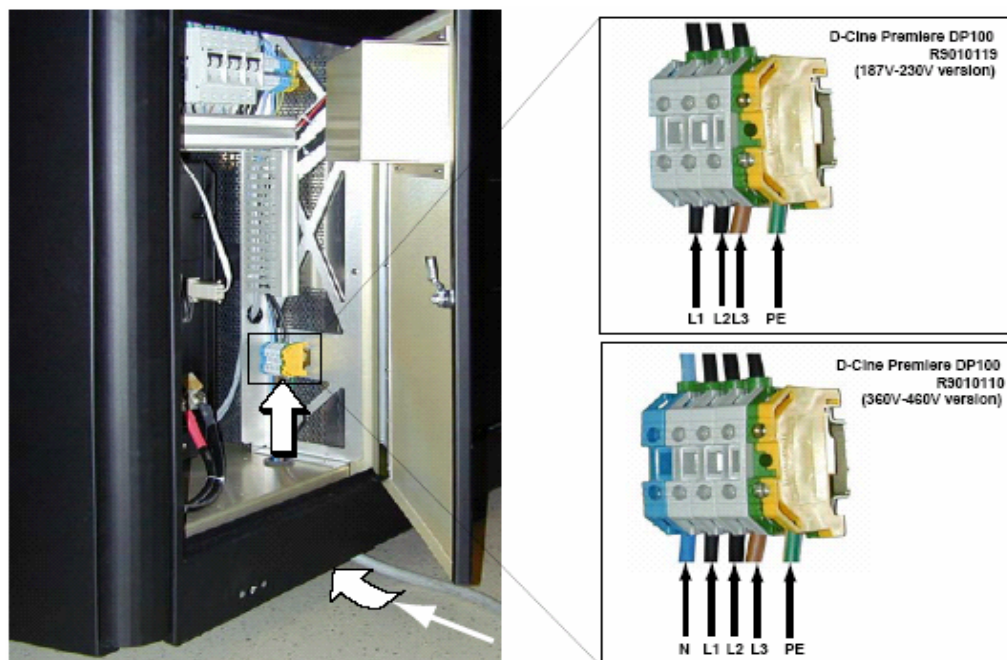

图 8-1 线缆走线与连接
D-Cine数字放映机的交流电要求是 4 芯 3 相线路（三相“L1”、“L2”、“L3”，加中线“N”），外加独立的接地“PE”（图8-1）。
D-Cine数字放映机的交流电要求是 3 芯 3 相线路（三相“L1”、“L2”、“L3”），外加独立的接地“PE”（图8-1）。
1. 从数字放映机的下面将电源线穿过数字放映机基座底部的小孔。（图 8-1）